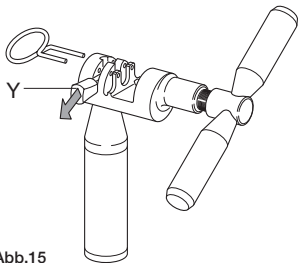

Abb.15
- Bereiten Sie das Werkzeug **UT-CN400** vor, indem Sie die Stellflasche auf Verschließen stellen (**Y** - **Abb. 15**).